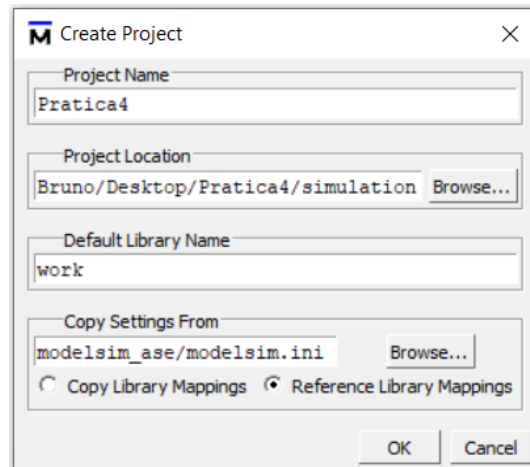

Figura 1: ModelSim - Create Project.
- A Figura 1 ilustra o preenchimento feito acima na janela que será exibida. **Todos os passos acima são extremamente importantes e devem ser feitos!**